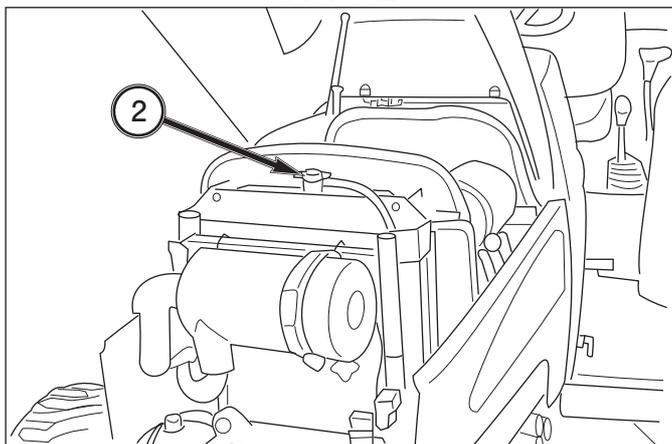

FIG. 6-13
**FIG. 6-13:** Si le niveau du liquide de refroidissement est sous le repère LOW, retirez le bouchon du radiateur, 2, après avoir laissé refroidir suffisamment le moteur et assurez-vous qu'il y a suffisamment de liquide de refroidissement dans le radiateur.